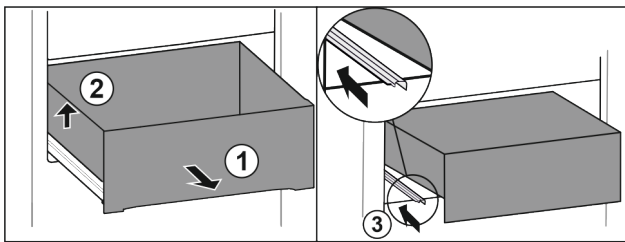

Fig. 13*
- ▶ Schubfach vollständig herausziehen Fig. 13 (1).*
- ▶ Schubfach links anheben Fig. 13 (2).*
- ▶ Linke Schiene einschieben Fig. 13 (3).*